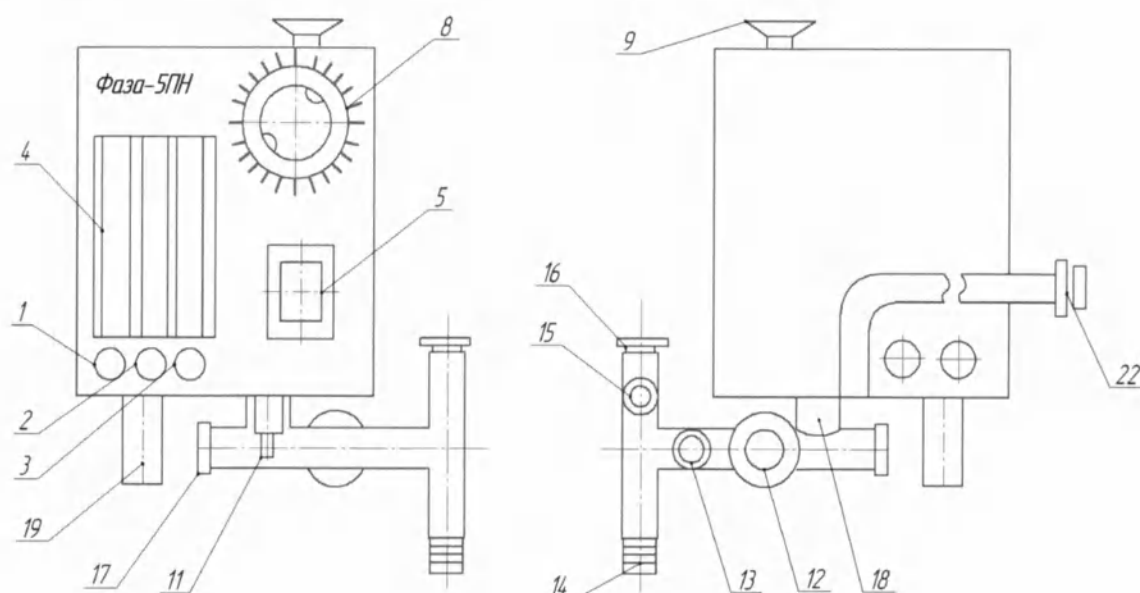
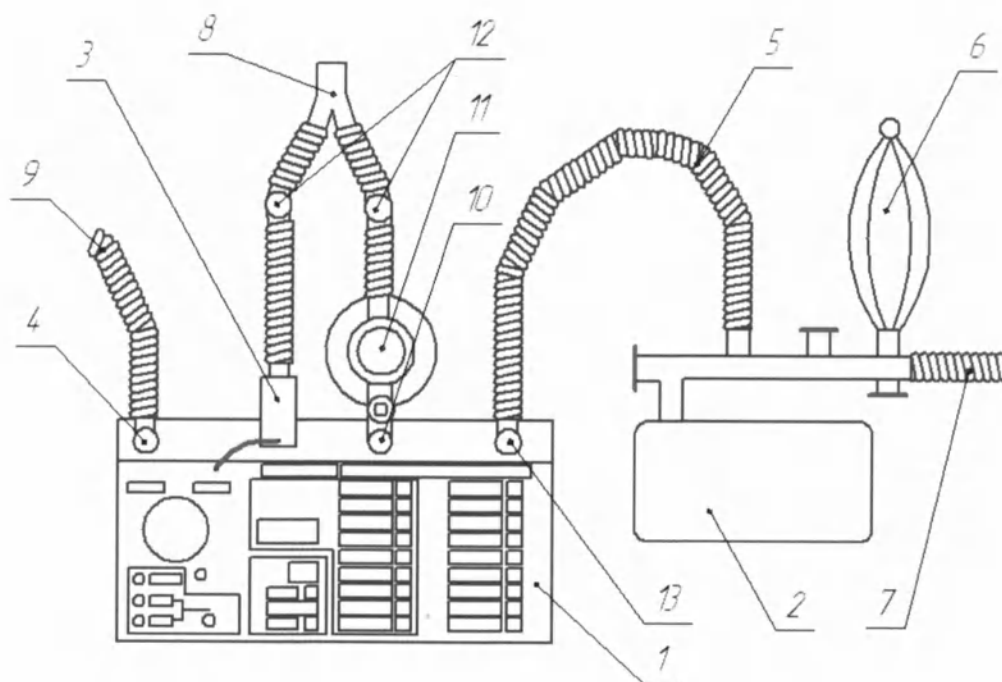
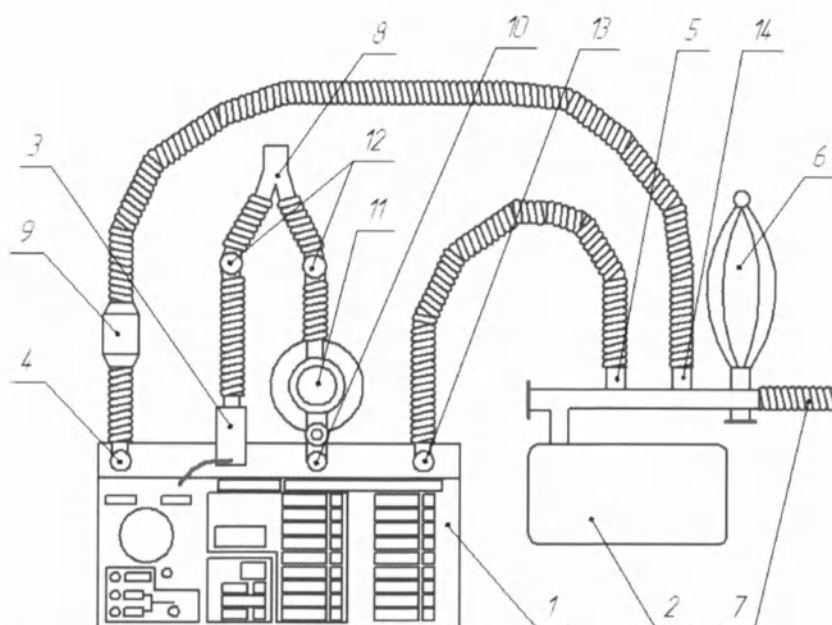
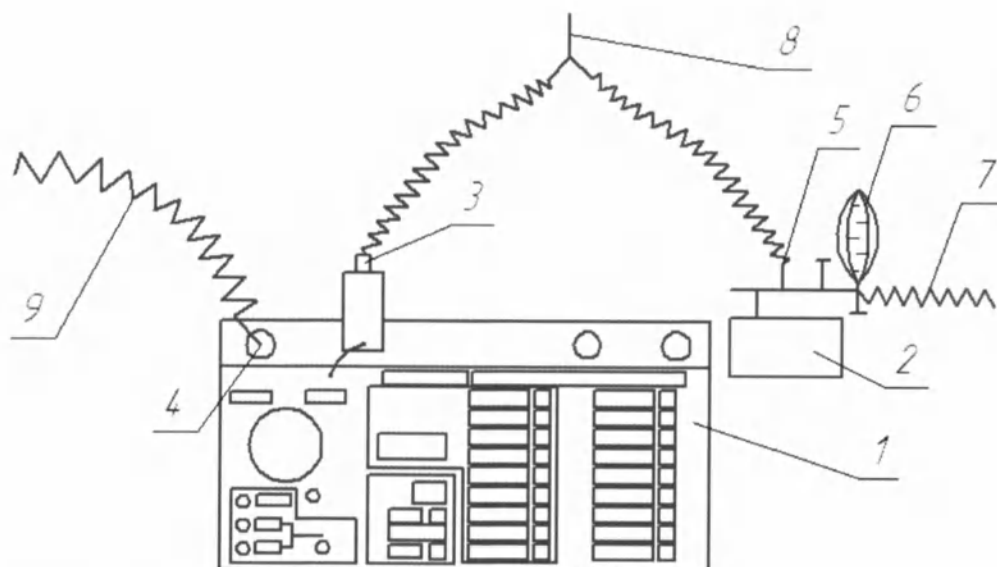

Рис. 9-Приставка наркозная РП5.18-05.000
Рис. 14-Полуоткрытый контур аппарата ИВЛ "Фаза-5НР-01"
Рис. 15 - Полузакрытый контур аппарата ИВЛ "Фаза-5НР-01"
Рис. 18. Контур аппарата ИВЛ "Фаза-5НР-01" для проведения масочного наркоза при сохраненном самостоятельном дыхании пациента
4.4 Приставка наркозная (рис. 9).
Соберите дыхательный контур "аппарат-больной" (рис. 14, 15, 16, 17, 19, 13 или 18), для чего:
- подсоедините приставку через шланги к линиям сжатого кислорода и закиси азота (на рис. 14, 15, 18 не показаны), при этом вентили O_2 и N_2O должны быть закрыты (ручки поз.1 и 2 на рис.9 до упора по часовой стрелке). Наконечники шлангов имеют цветную маркировку (кислород – голубым цветом). Кроме того, для исключения ошибок при подсоединении шлангов штуцера на наркозной приставке имеют разные размеры;
На рис. 14 показан аппарат с наркозной приставкой, подготовленный для работы по полуоткрытому дыхательному контуру, на рис. 15 – по полузакрытому, а на рис. 18 – для проведения масочного наркоза при сохраненном самостоятельном дыхании пациента (аппарат ИВЛ при этом в сеть не включать!).